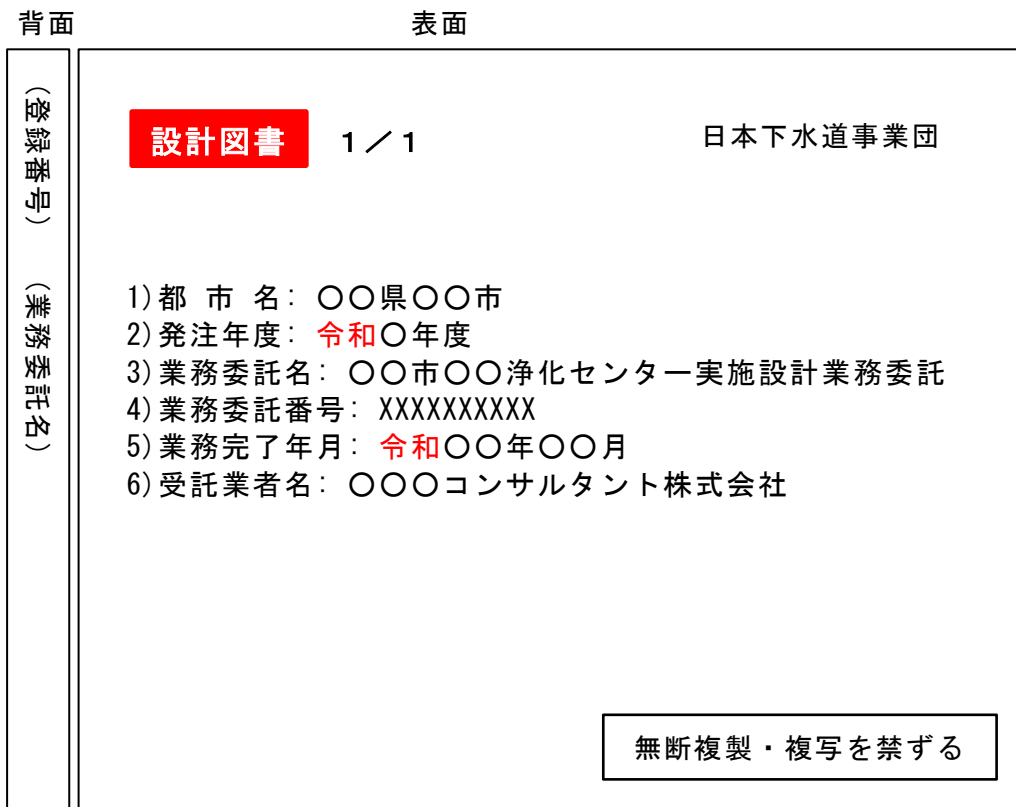

図 8-3 電子媒体ケースジャケットへの表記
- 電子媒体を収納するケースジャケットの表面には1)～6)、11)の項目を印刷する。背面には、3) 4)を印刷する（図 8-3）。